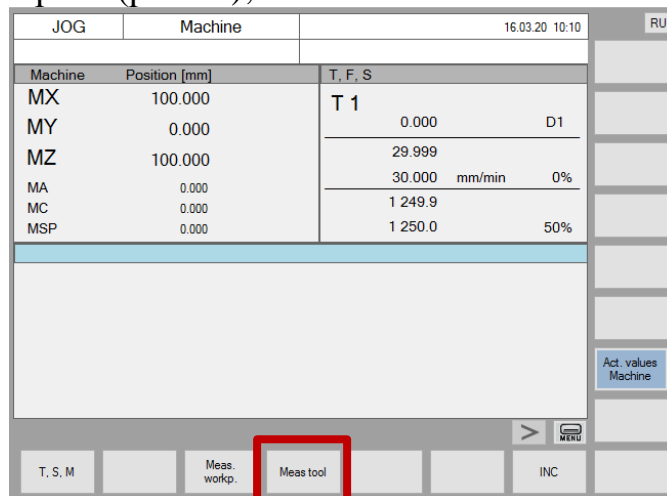

Рис.64. Кнопка «Meas. tool»
4. На пульте управления нажать кнопку «Meas. tool» в горизонтальном ряду кнопок экрана (рис.64);